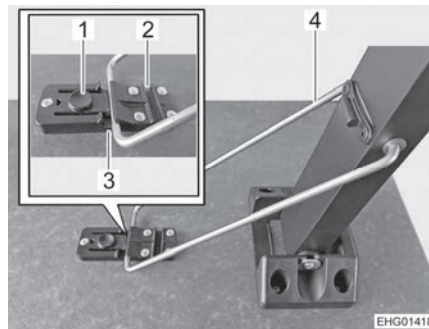

Bild 49 Klapptisch, Verriegelung
- Bevor der Tischfuß senkrecht steht: Stützbügel (Bild 49,4) leicht anheben, über das Verriegelungselement führen und in die erste Nut (Bild 49,3) drücken. Der Stützbügel muss durch die Kunststoffflasche gesichert sein, wie in Bild 49 dargestellt.
- Mittleren Tischfuß einklappen. Dazu Entriegelungsknopf (Bild 49,1) drücken, Stützbügel aus der Nut ziehen und Tischfuß nach unten klappen.
- Tischfuß in die zweite Nut (Bild 49,2) drücken, bis er einrastet.